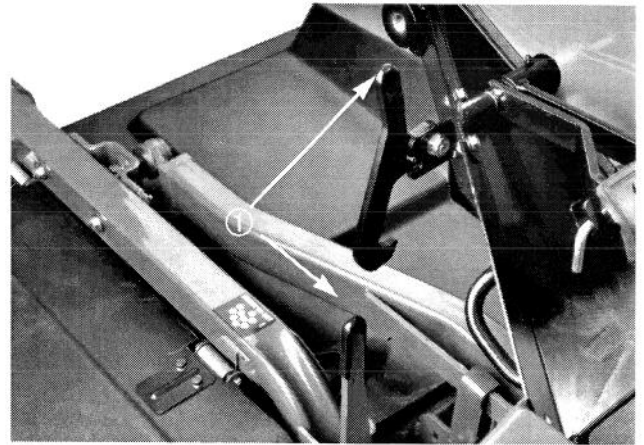

Figure 18
**Verrous de transport** (Fig. 18)—Quatre verrous maintiennent l'unité de coupe et les unités latérales relevées pour le transport.